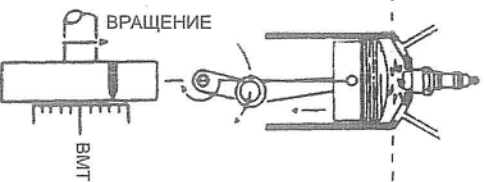

Рисунок 1
Момент зажигания определяется в градусах перед верхней мертвой точкой (ВМТ) или после верхней мертвой точки (ВМТ) в технических характеристиках, указанных производителем. Чтобы полностью сжечь топливовоздушную смесь в цилиндрах автомобильного двигателя, большинство моментов зажигания настраивается таким образом, чтобы искра возникала в точке, находящейся на несколько градусов ниже верхней мертвой точки (например, на 4° до ВМТ), что обеспечивает полную мощность взрыва. См. рис. 1.
Два дополнительных термина, которые используют производители двигателя при описании момента зажигания это «раннее» и «позднее». Как показано на Рис.1, при опережении зажигания, искра появляется до того, как поршень доходит до верха цилиндра двигателя (до ВМТ). На некоторых новых моделях машин, оснащенных различными устройствами контроля выброса, момент зажигания задерживается, так что искра возникает после того, как поршень уходит вниз в цилиндре (после ВМТ). Момент зажигания двигателя меняется при регулировке распределителя системы зажигания.
Для установки и регулировки момента зажигания на любой двигатель при сборке наносятся специальные установочные метки. В большинстве случаев, эти метки находятся на гасителе колебаний или на шкиве вентилятора в нижней части двигателя. См. рис.1. На некоторых старых двигателях эта метка наносилась сзади двигателя на маховике.
1. Найдите установочную метку двигателя (см. рис.1) и сотрите тряпкой всю грязь и масло с метки и указателя. Чтобы метку было лучше видно, можно использовать мел или белую краску.